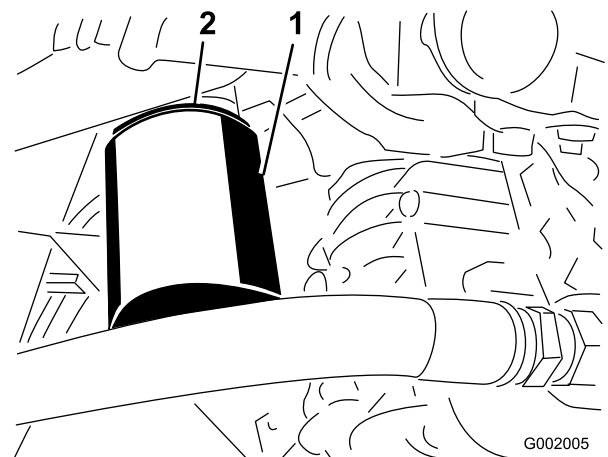

Figure 71
4. Retirez le filtre (Figure 71).